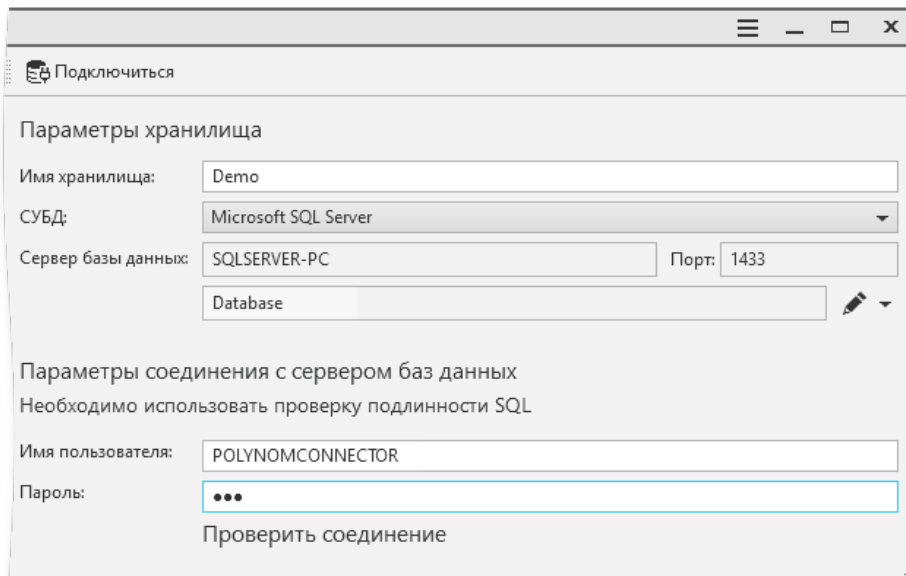

Рис. 4.49
1. На вкладке **Параметры хранилища** укажите параметры соединения с сервером базы данных и нажмите кнопку **Проверить соединение** (рис. 4.49).